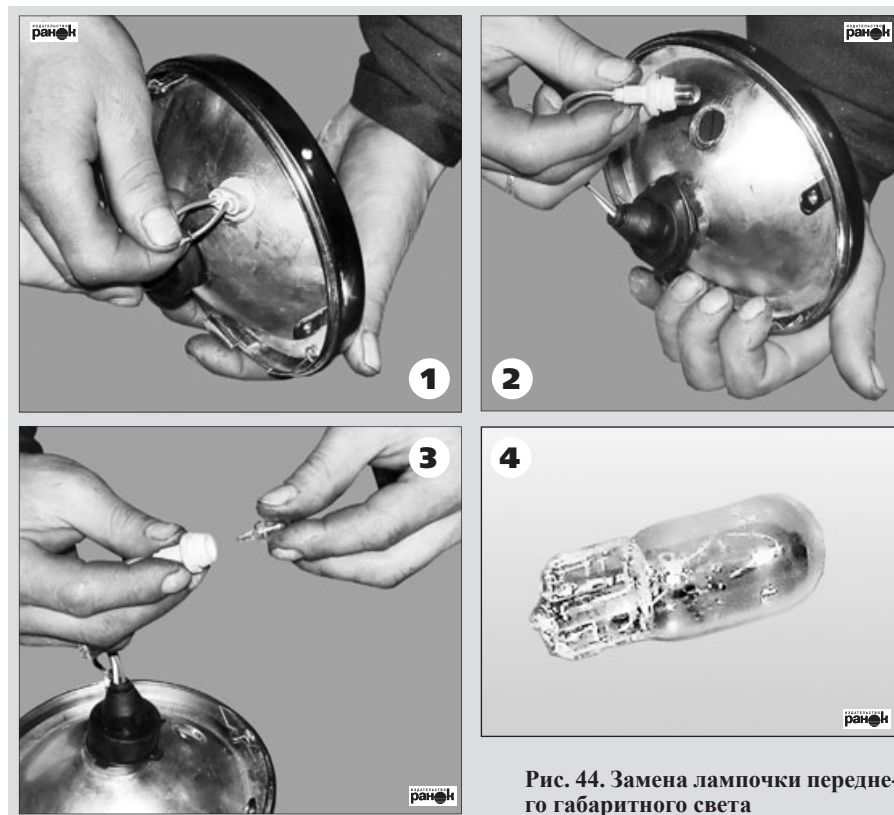

Рис. 44. Замена лампочки переднего габаритного света
- извлечь патрон лампы (рис. 44);